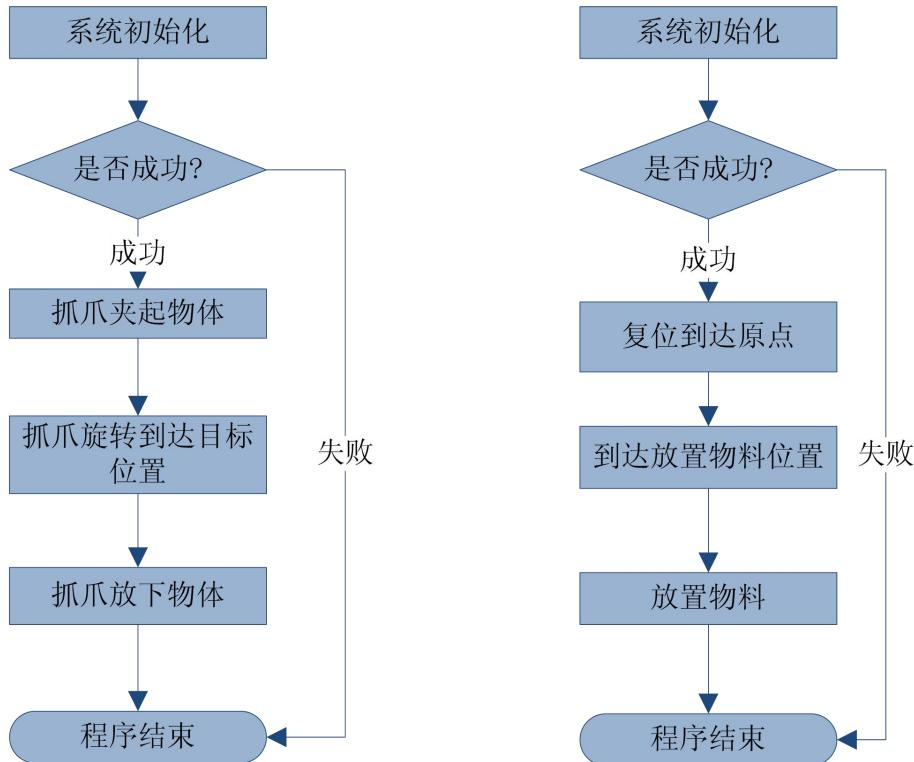

图 4.56 三号平台编程—程序流程图
步骤 6：同步骤 4 使 3 号电机向 0 方向移动 8100 步长，使 4 号电机向 0 方向移动 3700 步长让电机回到中心点，程序如图 4.56 所示。
控制流程图如图 4.56 所示，在三号台的控制上面我们分 2 个控制过程进行展开实训。在控制流程图中左边的过程为气动机械手抓取并放置物料到指定位置的过程，在右边部分则是控制电机放置物料进入对应仓库的过程。
如图 4.56 流程图中所示，控制程序的编写须如同流程图中描述的模块使用顺序结构进行组合。
本小节的第一个实训内容是完成气动机械手抓取并放置物料到指定位置的控制程序，如同图 4.56 左边的流程图所示，共有以下几个控制过程：①系统初始化②气动抓爪夹起物体③抓爪旋转④气动抓爪放下物体。
本小节的第二个实训内容是完成三号平台运料系统放置物料到达物料仓库的控制程序，如同图 4.56 右边的流程图所示，共有以下几个控制过程：①系统初始化②电机复位到达原点位置③电机驱动到达放置物料位置④放置物料进入仓库。